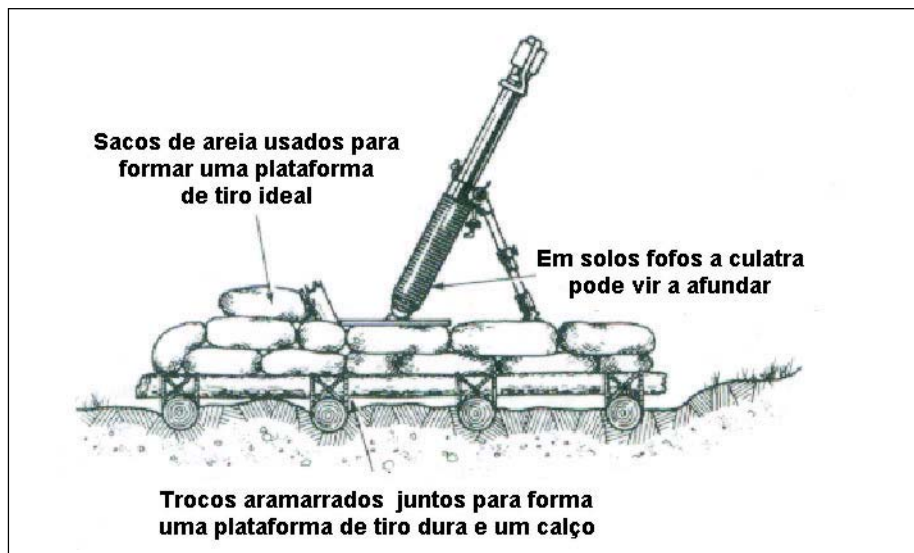

Fig 4-6. Preparação em Solos Muito Fofos
(4) Normalmente, é necessário a colocação de um calço para a plataforma dura inicial. Considere a posição do calço e inclua-o nos primeiros estágios da construção, provendo um espaço adicional para ele (Fig 4-6).